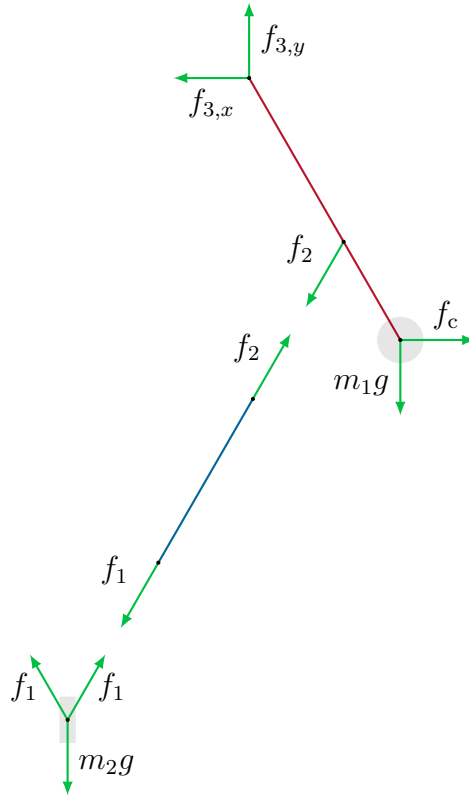

Abbildung 2: Schnittskizze des Fliehkraftreglers.
b) Die Schnittskizze ist in Abbildung 2 gegeben.